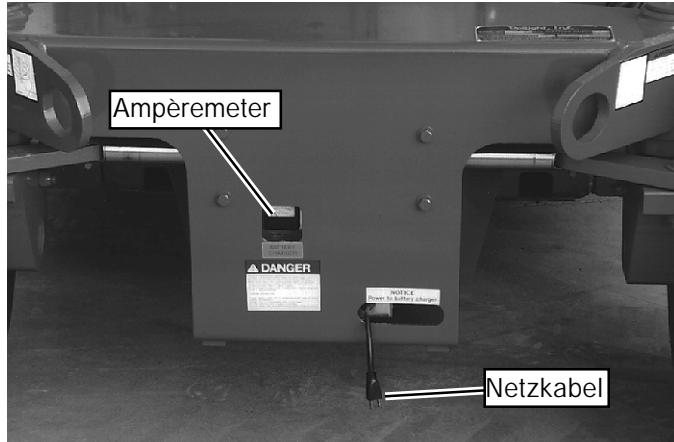

Abbildung 7: Batterieladegerät
- Verlängerungskabel (mindestens 1,5 mm² [US-Kabelstärke Nr. 12] stark und maximal 15 m [50 Fuß] lang) mit dem Stecker des Ladegeräts verbinden, der sich hinter der Öffnung vorn am Fahrwerk befindet (siehe Abbildung 7). Verlängerungskabel dann an eine einwandfrei geerdete Steckdose mit der richtigen Spannung und Frequenz anschließen.